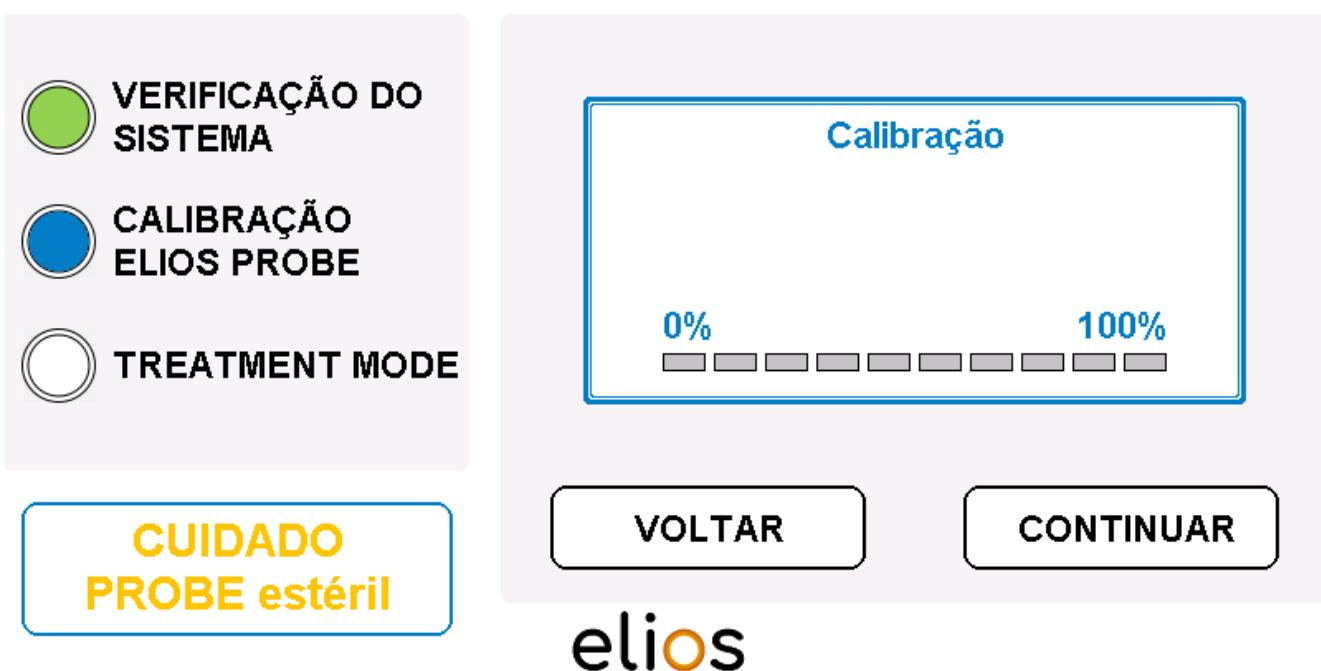

Fig. 4-10: Insira a fibra com adaptador esterilizado
- A operação deve ser confirmada pelo botão "CONTINUAR" (Fig. 4-10).